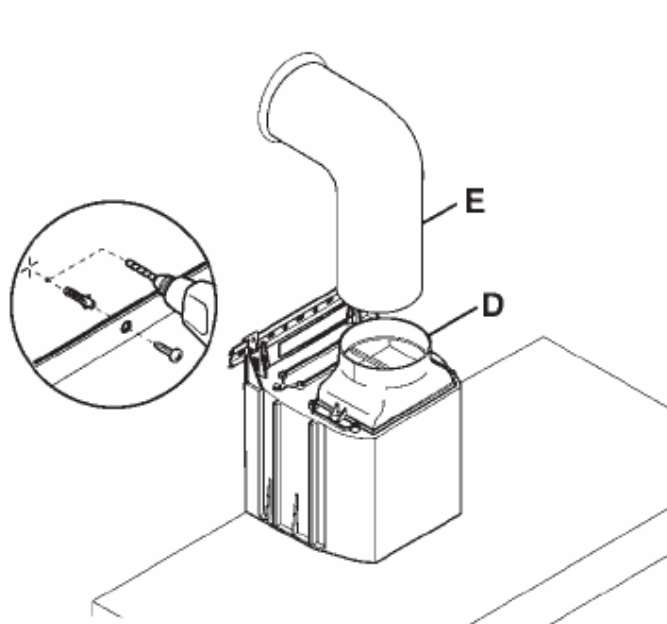

Рис. 3
- Скорректируйте расположение вытяжки с помощью болтов деталей крепления (рис. 3). Верхний болт (В) регулирует расстояние от стены, а нижний (С) – выравнивание по вертикали.
- Так как под вытяжкой создается давление, то для того, чтобы избежать ее падения со стены, закрепите ее на стене с помощью еще одного дюбеля и соответствующего болта в отверстии на моторном отделении или внутри вытяжки (рис. 3).
- Вставьте трубу (E) в отверстие (D).